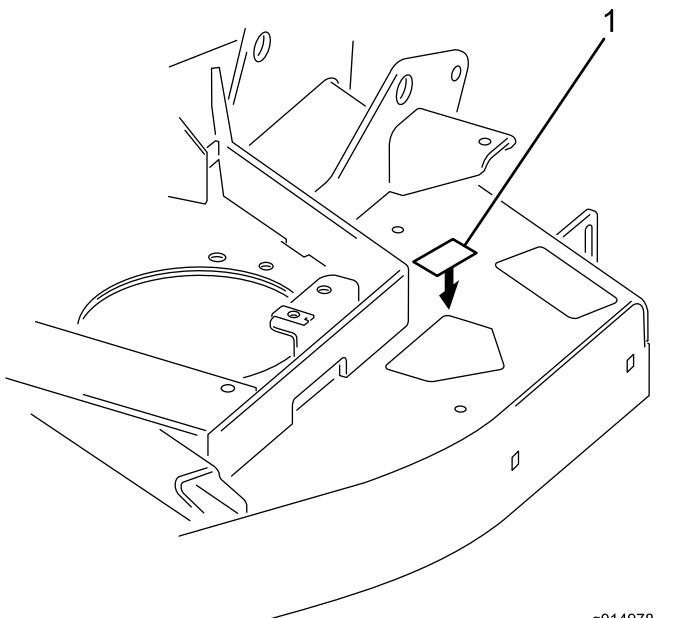

Figura 7
12. Aplique la pegatina identificativa a la parte superior de la carcasa, cerca de la placa que contiene los números de serie (Figura 7).